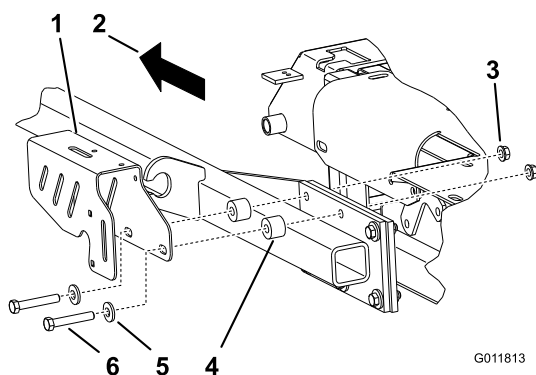

Figura 10
- Instale el soporte de la bomba de la izquierda con 2 espaciadores entre el bastidor de tiro y el soporte, usando las tuercas que retiró anteriormente, 2 pernos nuevos (3/8 x 2-1/4 pulgadas) y 2 arandelas curvas nuevas (3/8 pulgada) (Figura 10).